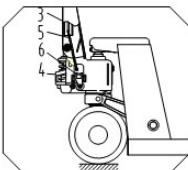
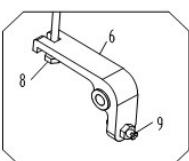

fig. 2
fig. 4
Voir fig. 2. Passez la chaîne 4 de la poignée dans le trou central de la goupille cylindrique 2.
Prenez l'écrou qui se trouve à l'extrémité de la chaîne 5 et fixez-le dans la rainure de la plaque du levier 6. Voir fig. 2 et fig. 4.
1. Placez la vis 9 (voir Fig.4).